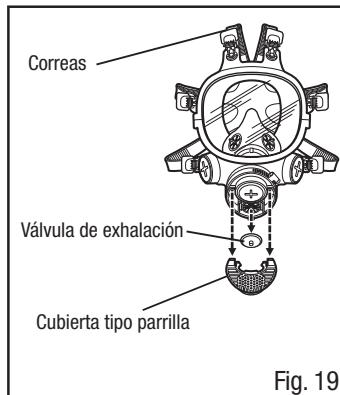

Fig. 19
5. Reemplace si es necesario. Fije la cubierta de válvula antes de su uso (Fig. 19). Revise que el visor no tenga grietas o algún otro daño.